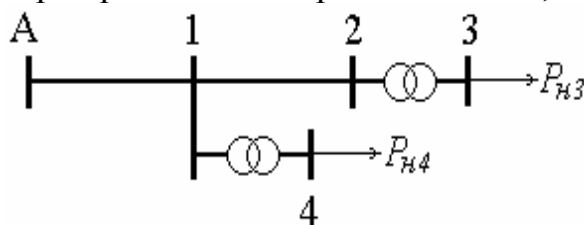

Рис. 52. Схема сети к задаче 28
**Задача 28.** Выполнить расчет параметров режима электрической сети, изображенной на рис. 52, методом последовательных приближений. Центр питания - узел А, в котором поддерживается напряжение  $U_A = 225$  кВ. Мощности нагрузок составляют: